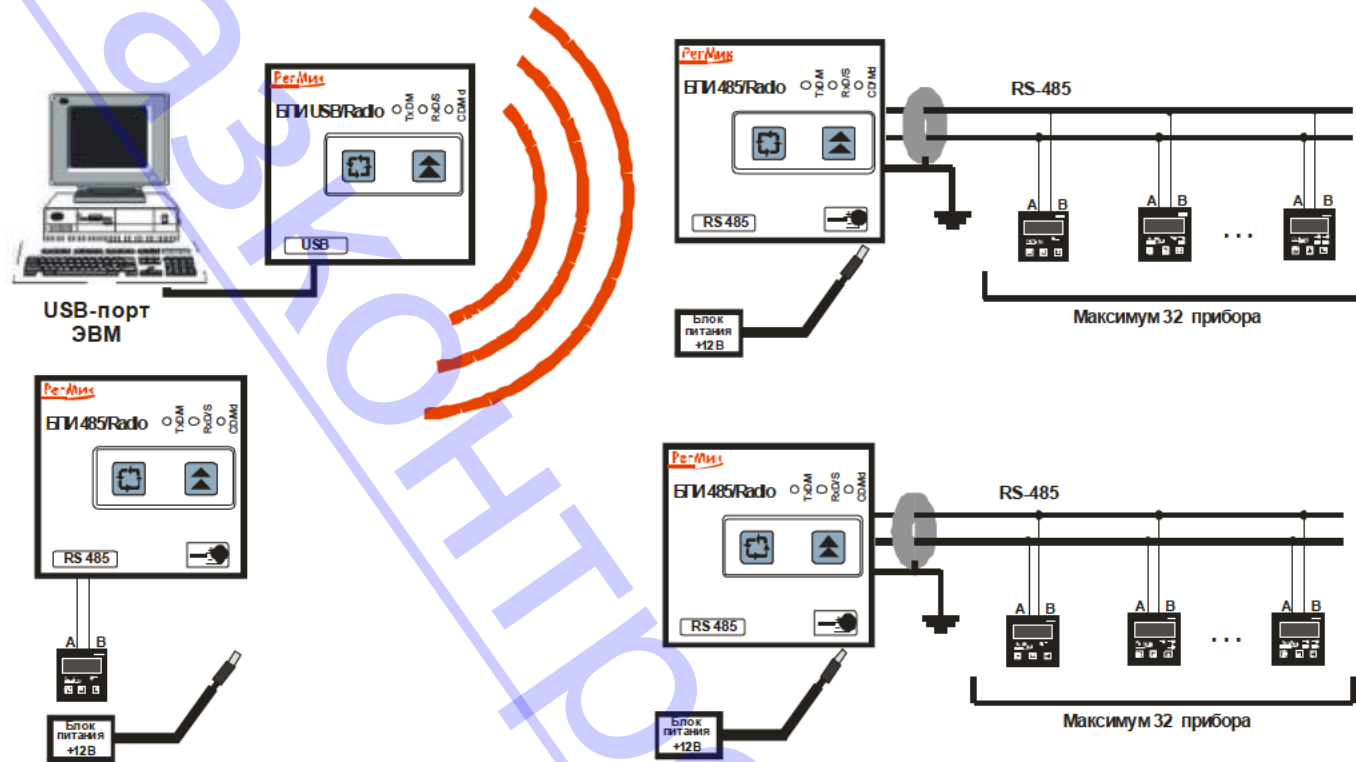

Рисунок 8.1 – Конфигурация беспроводной сети - тип звезда, (в системе ведущих и ведомые).
8.5 Если все ведомые БПИ нормально связываются с ведущим, то конфигурация вашей сети - звезда (см. рисунок 8.1)